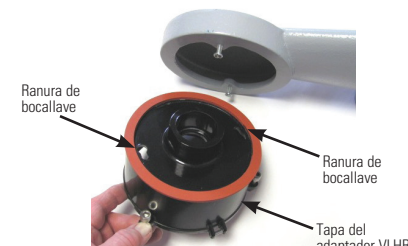

FIGURA 1
- Tire de los cables por la abertura del centro de la tapa del adaptador VLHR. Deslice las ranuras de boquilla de la tapa del adaptador VLHR sobre los dos (2) tornillos del módulo de montaje (ver la Figura 1). Gire la tapa del VLHR y apriete cada tornillo. Aplique torsión a 20 libras-pulgada (2,3 N-m) a cada tornillo.